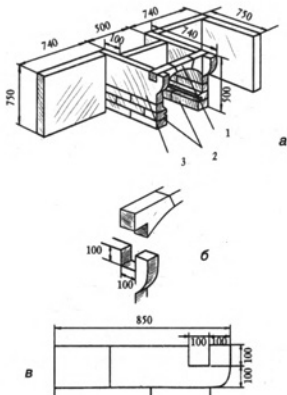

Рис. 48. Конструкция топки (размеры указаны в миллиметрах):
8. Следующий этап — формирование топки (рис. 48), которая возводится на бетонных плитах перекрытия.